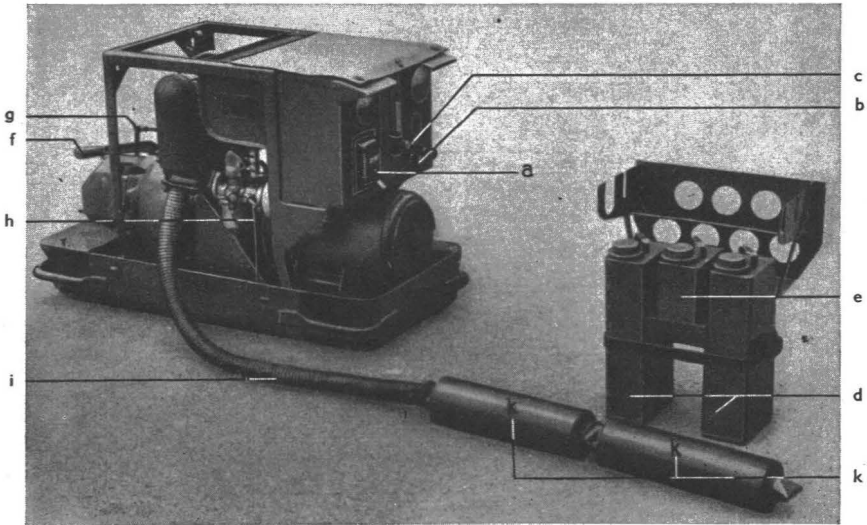

Bild 31
47. Inbetriebsetzung des Motors (Bild 31 und 32):